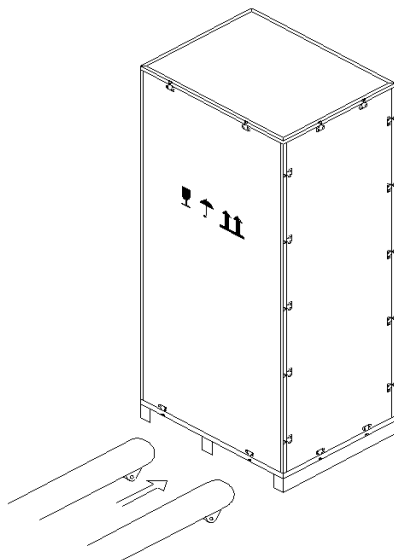

Рис.2-2 Перемещение к месту установки
2. Переместите ИБП к месту установки, используя погрузочную тележку, (см. Рис.2-2).